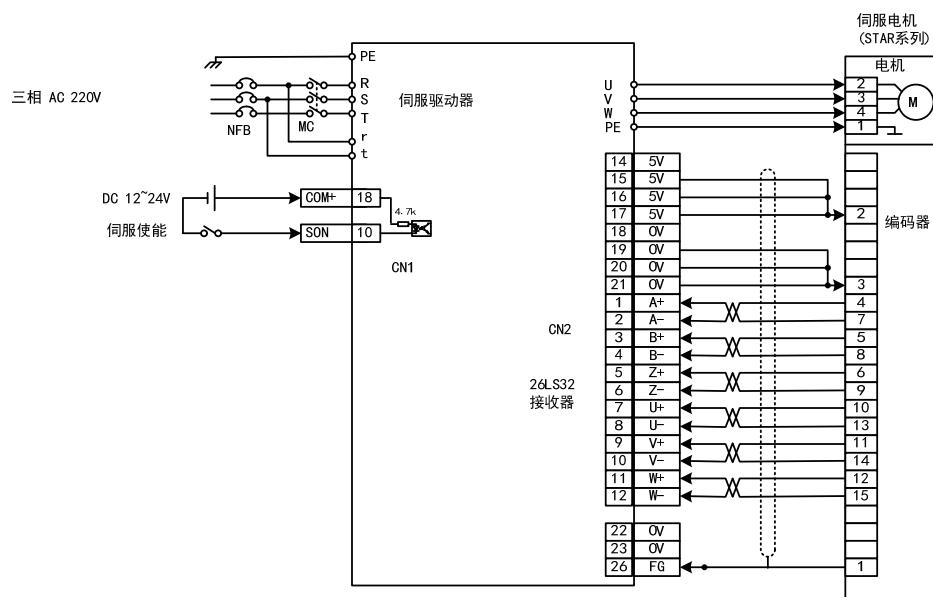

图 7.7 试运行接线图
- 按图 7.7 接线，主电路端子，三相 AC 220V 接 R、S、T 端子。